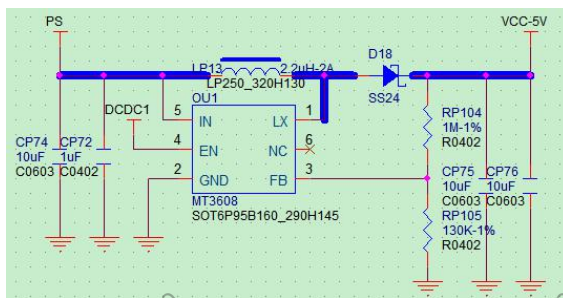

图 2-8 Boost 5V 升压电路
- 因 AXP707 电源方案不带 5V 升压功能，因此在搭配此方案时，必须搭配外部 boost 5V 升压 IC，同时，在电路设计时，反馈采样电阻建议选用阻值较大的电阻，否则会增加系统关机漏电。如图 2-8 所示：